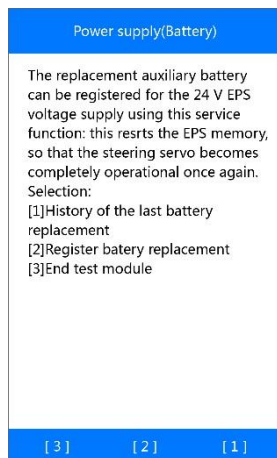

Figura 5-65 *Ejemplo de funciones de la batería auxiliar*
- 1) Presione **[2]** para registrar el reemplazo de la batería auxiliar (Figura 5-65).